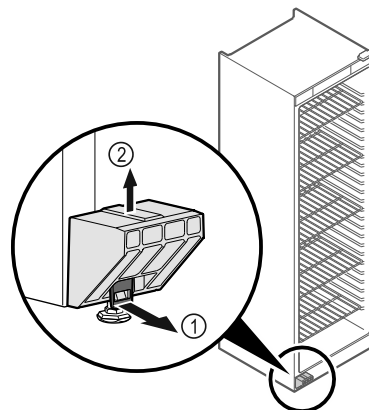

Fig. 4
- Trageți lamela Fig. 4 (1) spre partea frontală.
- Desprindeți siguranța de transport Fig. 4 (2) în sus.